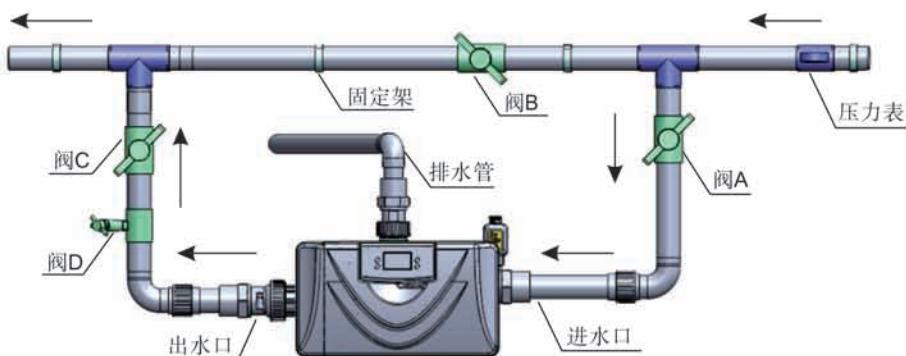

图1-3
③ 安装进出水管
- a、如图1-3所示，在进水端安装压力表；